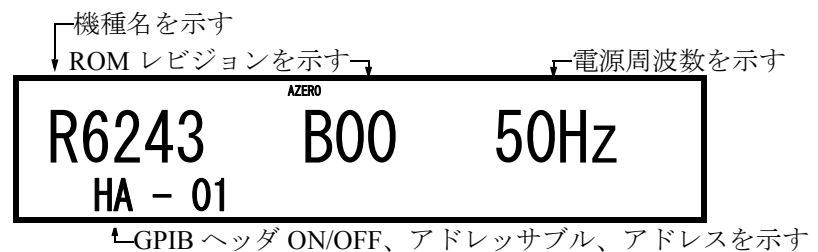
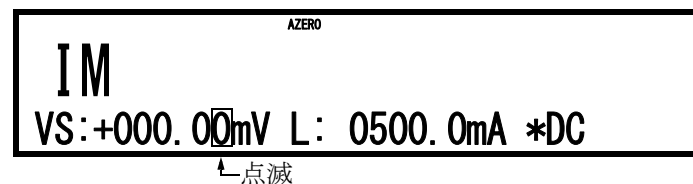

図 1-7 セルフ・テスト終了時の表示
図 1-8 スタートアップ画面
正常に終了すると、機種名、ROM レビジョン、電源周波数、GPIB アドレスを表示した後（図 1-7 参照）、スタートアップ画面が表示されます（図 1-8 参照）。
1. 機種および前回の設定条件により、図 1-8 と異なる表示になることがあります。